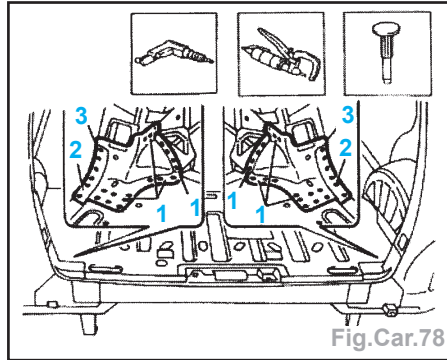

Fig.Car.78
- Dépointer à la perceuse et avec une fraise les points de soudure (1 et 2) (Fig. Car.78).